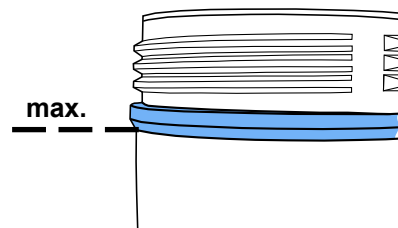

图 7
- 按下透气阀 (5) 可使砂罐完全透气。
- 拧开砂罐盖 (4)。(若不能拧松砂罐盖, 则砂罐内仍存有压力 >>> 可再次按下透气阀!)
- 充填喷丸的量不要超过最大标记线 (图 7) (螺纹下部喷箱外壳的增厚处)。